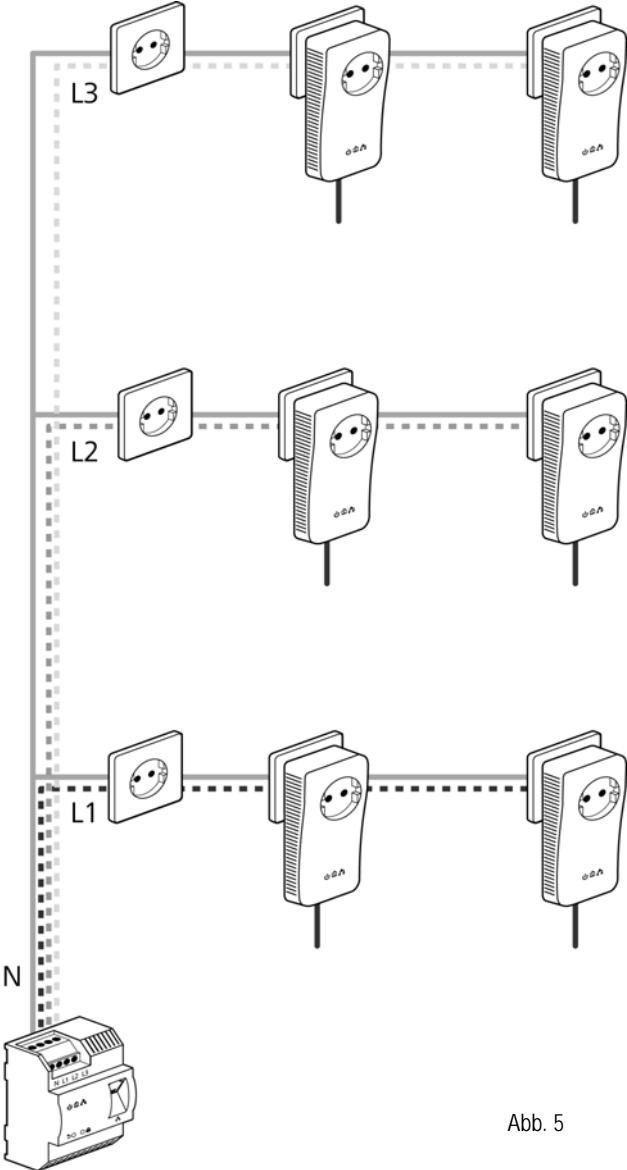

Abb. 5
- **Dreiphasiger Anschluss:** Neutralleiter und ein Außenleiter werden an die Klemmen N und L1 angeschlossen. Der Anschluss der Außenleiter L2 und L3 ist optional und dient der Optimierung der Signalübertragung. Die Spannungsversorgung des Gerätes erfolgt über die Klemmen N und L1 (siehe Abb. 5).